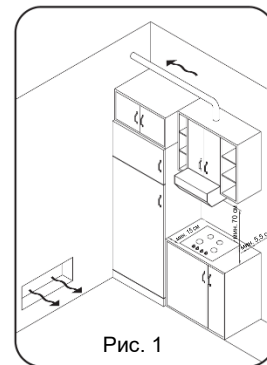

Рис. 1
- Если прибор Tg10 устанавливается со шкафчиками с обеих сторон, расстояние между прибором Tg10 и шкафчиком должно составлять не менее 15 см (см. рис. 1); при этом расстояние между прибором Tg10 и задней стеной должно быть не менее 5,5 см. Расстояние между прибором Tg10 и любым другим предметом мебели или устройством над ним (например, вытяжкой) должно быть не менее 70 см (рис. 1).
Впускной шланг следует подсоединить к водопроводному крану, чтобы можно было отключить подачу воды, когда машина не используется (рис. 1). Впускной шланг посудомоечной машины оснащен резьбовым разъемом 3/4" (рис. 2). Впускной шланг «А» должен быть плотно подсоединен к крану 3/4" «В».